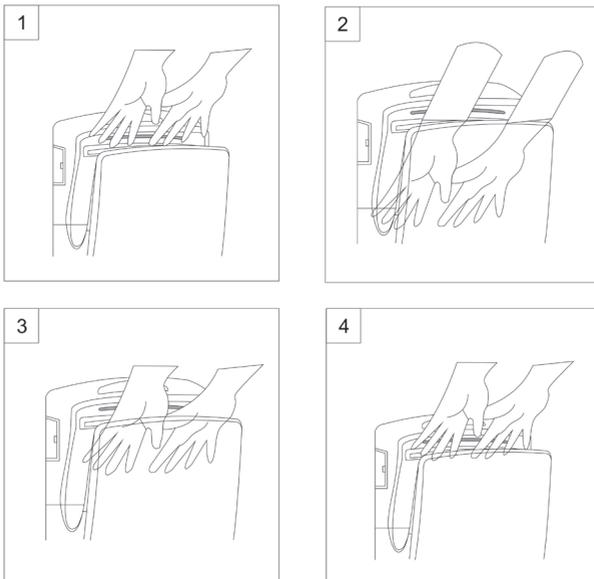

Fig. 4
- Para secar las manos siga las instrucciones de la **fig.4**.